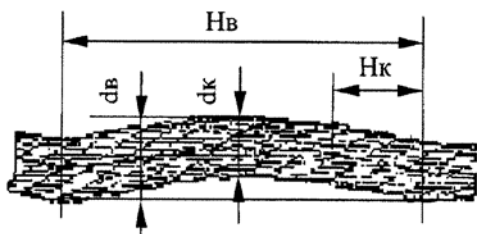

Рисунок 2.9.1
6. Волнистость каната характеризуется шагом и направлением ее спирали (рисунок 2.9.1).